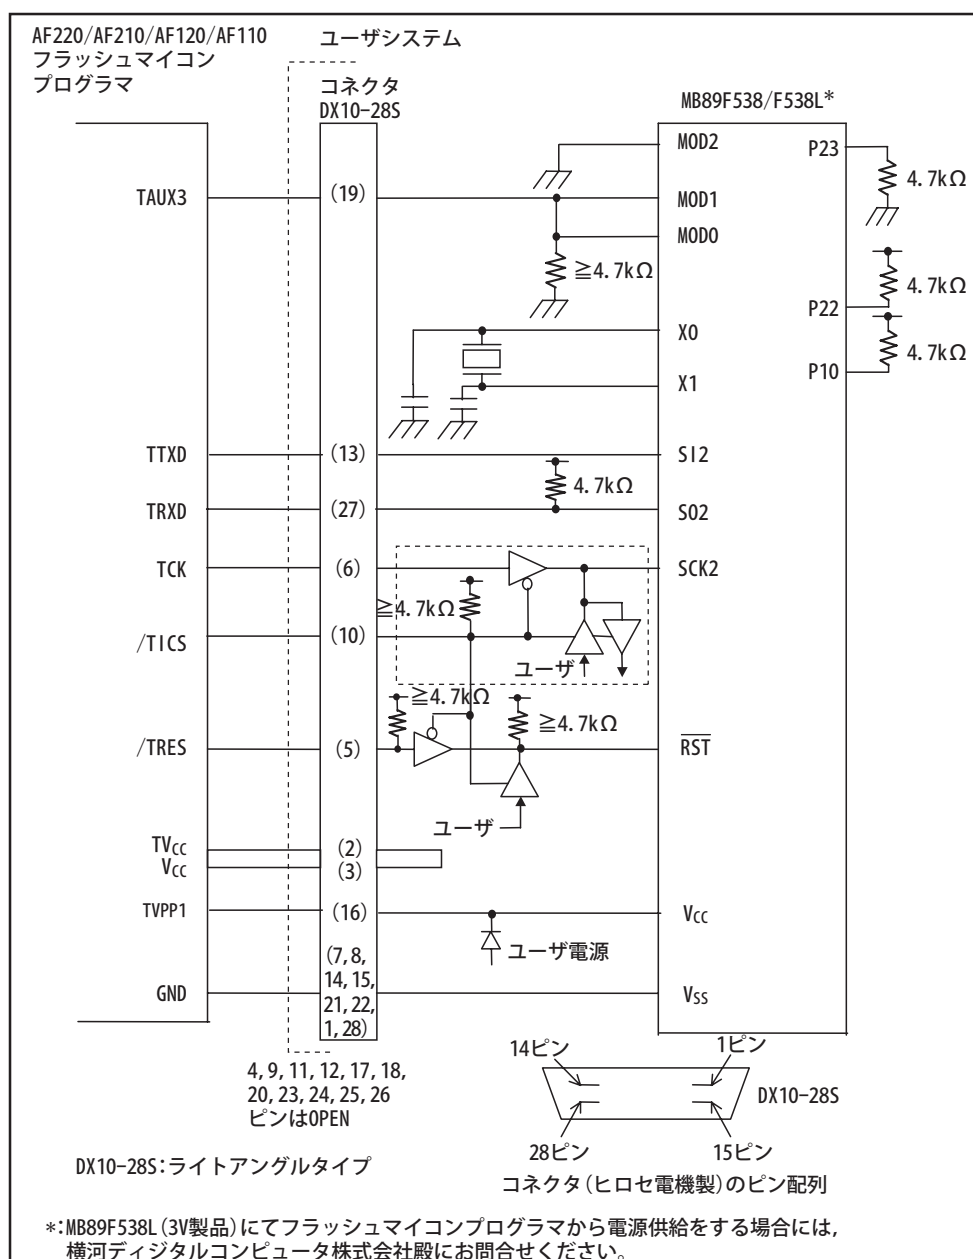

図 23.3-1 MB89F538/F538L シリアル書き込み接続例 (フラッシュマイコンプログラマから電源供給時)
シリアル書き込み時の接続例(フラッシュマイコンプログラマから電源供給時)を図 23.3-1 に示します。
- 図 23.3-1 に示す MB89F538/F538L シリアル書き込み接続例 (フラッシュマイコンプログラマから電源供給時) のプルアップ抵抗, プルダウン抵抗の値は参考値です。また, ノイズの影響により, MOD0, MOD1 端子の入力レベルが変動する可能性がある場合には, コンデンサを接続したノイズ対策をしてください。